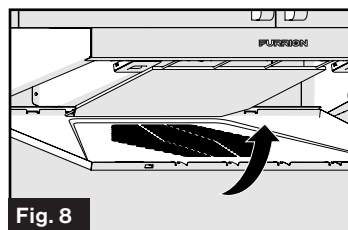
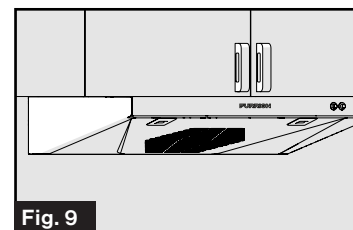

Fig. 8
Fig. 9
8. Replacer le couvercle du grill à la hotte, puis appuyez sur les languettes de dégagement jusqu'à ce que vous entendiez un clic (Fig. 8) Le couvercle du grill est solidement fixé à la hotte. (Fig. 9)